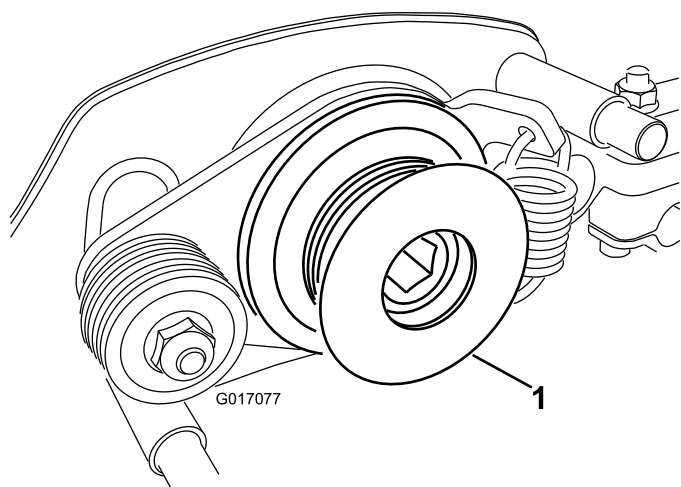

Figura 32
- 7. Rimuovete la pulleggia motrice del groomer dall'albero del rullo (Figura 32).